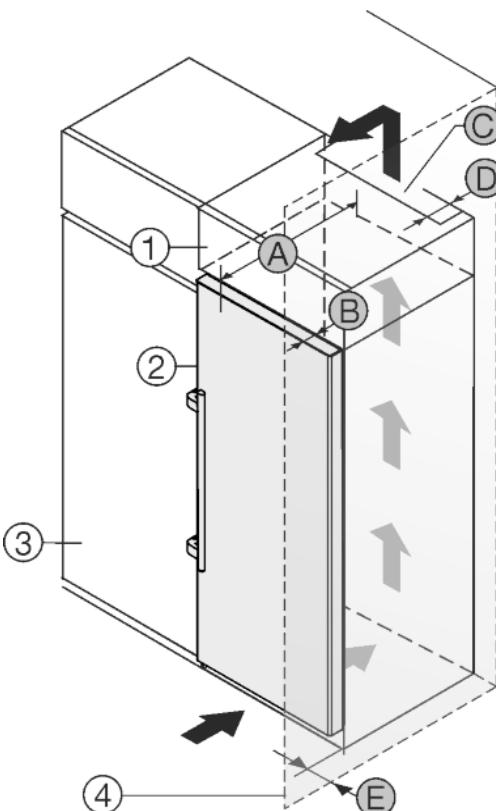

Fig. 25
Уредът може да е обграден с кухненски шкафове. За да изравните височината на уреда Fig. 25 (2) с височината на вградената кухня, над уреда може да се постави шкаф-пристройка Fig. 25 (1).
Уредът да се постави непосредствено до кухненски шкаф Fig. 25 (3). За да могат вратите да се отварят изцяло, уредът трябва да е издаден с дълбочината Fig. 25 (B) спрямо лицето на кухненския шкаф. В зависимост от дълбочината на кухненските шкафове и използването на детайли за отстояние от стената, уредът може да излезе още по-напред.
- От задната страна на шкафа-пристройка трябва да има вентилационен отвор с дълбочина Fig. 25 (D) по цялата ширина на шкафа-пристройка.
- Под тавана на помещението трябва да се спази сечението за вентилация Fig. 25 (C).
Когато уредът се поставя с пантите до стена Fig. 25 (4), трябва да бъде спазено разстоянието Fig. 25 (E) между уреда и стената. Това отговаря на разстоянието, с което дръжките стърчат при отворена врата.